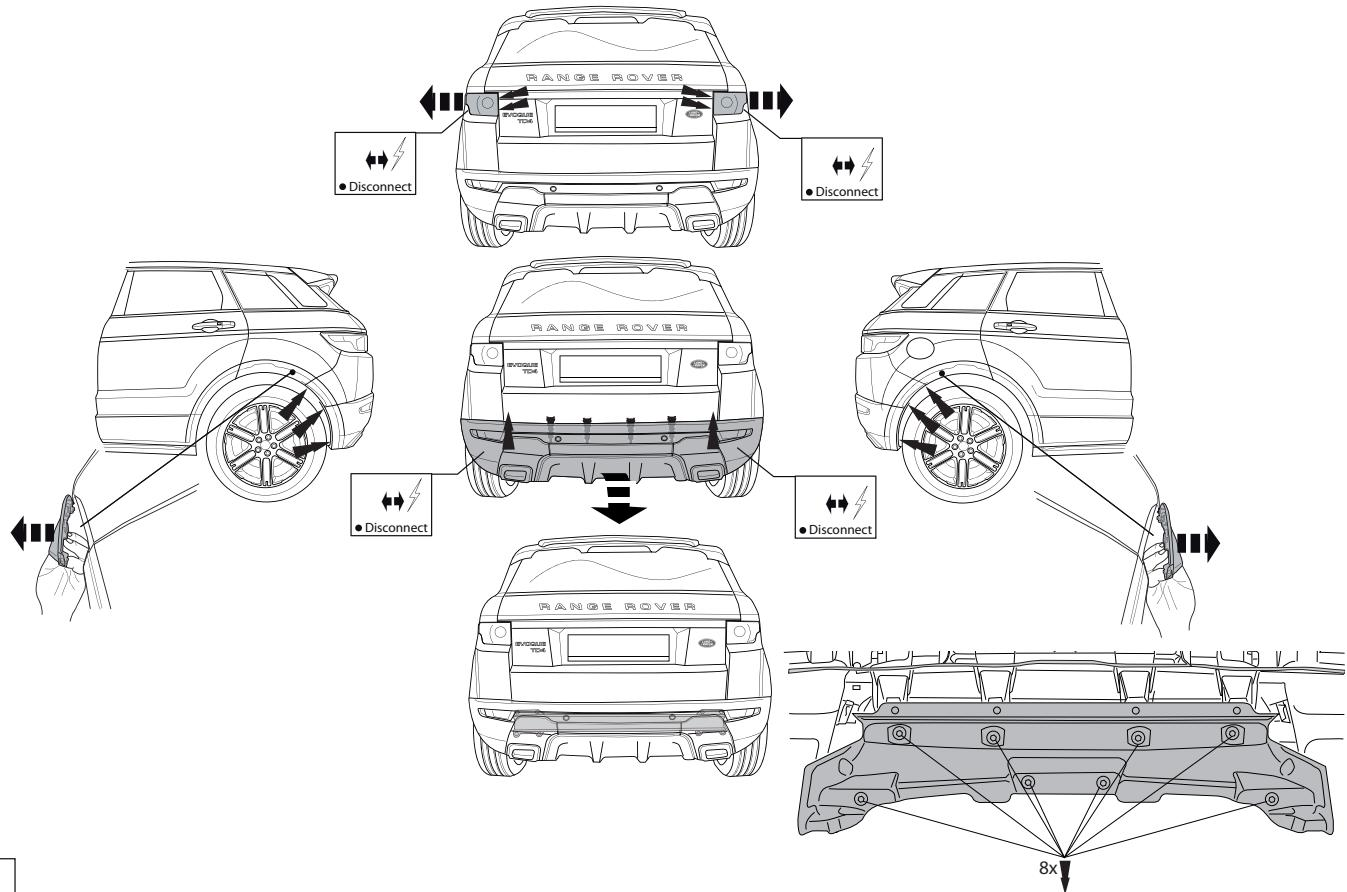

Fig.1
- Снять оба блока задних фар. (См. рисунок 1)
- Снять бампер. (См. рисунок 1)
- Снять теплозащитный экран с внутренней поверхности бампера. (См. рисунок 1)